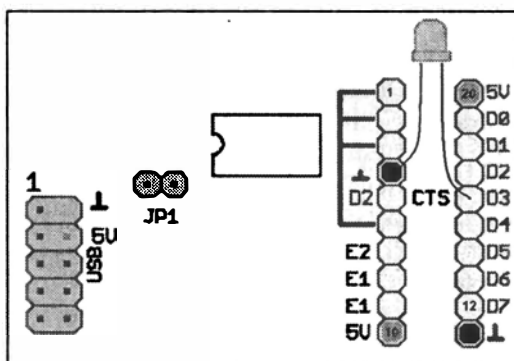

Рис. 14.3
2. Удалите USB-адаптер от компьютера и подключите к нему дополнительную плату (рис. 14.3).